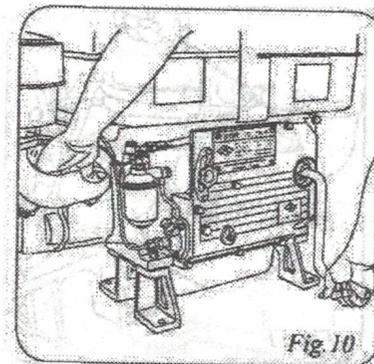

Рис.10
3.2.3. Переместите рычаг декомпрессора в открытое положение и держите его. Проверните двигатель – крутите ручку стартера правой рукой и постепенно ускоряйтесь. Когда скорость вращения маховика достигнет максимума, резко отпустите рычаг декомпрессора. После чего двигатель должен запуститься (рис.10).